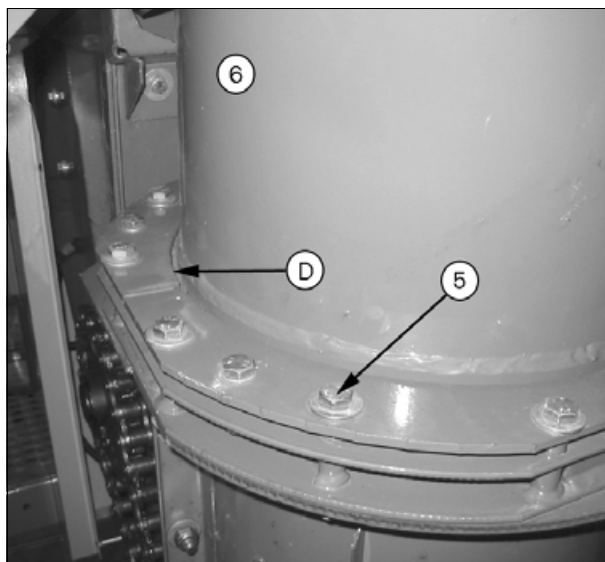

Рис. 2.
- Установите самоустанавливающийся подшипник так, чтобы линия стыка в месте зажимов (D) рис. 2 находилась перпендикулярно машине.